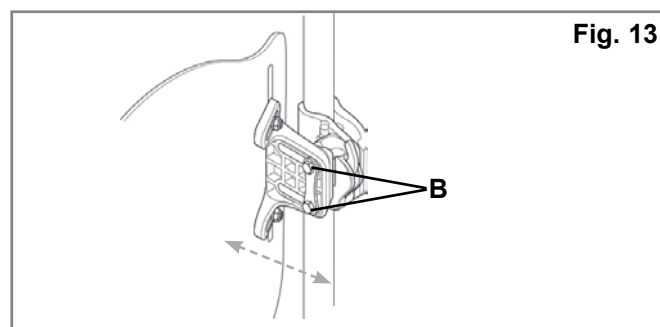

Fig. 13
- Para ajustar a profundidade e o ângulo do Encosto J3 desaperte as porcas esquerda e direita (Fig. 13-B) nas ranhuras do suporte.
- Ajuste a profundidade e/ou ângulo e aperte firmemente. A força de torção recomendada é 100 - 110 in-lbs. (11,3 - 12,4 Nm). Assegure-se que nenhuma das porcas de ajustamento de profundidade (Fig. 13-B) escorrega ou roda.